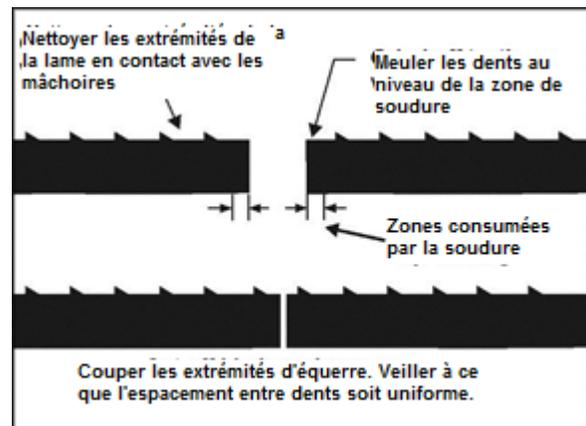

Figure 11
3. Positionner la lame de façon à ce que la coupe soit réalisée à un endroit permettant un espacement uniforme des dents. Voir Figure 11.
Sur des lames à pas fin, il peut s'avérer nécessaire de retirer par meulage une ou plusieurs dents de chaque côté de la coupe de sorte que la zone de la soudure de la lame soit uniforme et que les dents soient régulièrement espacées. Voir Figure 11, reportez-vous au § 10.5 Rectification de la lame.